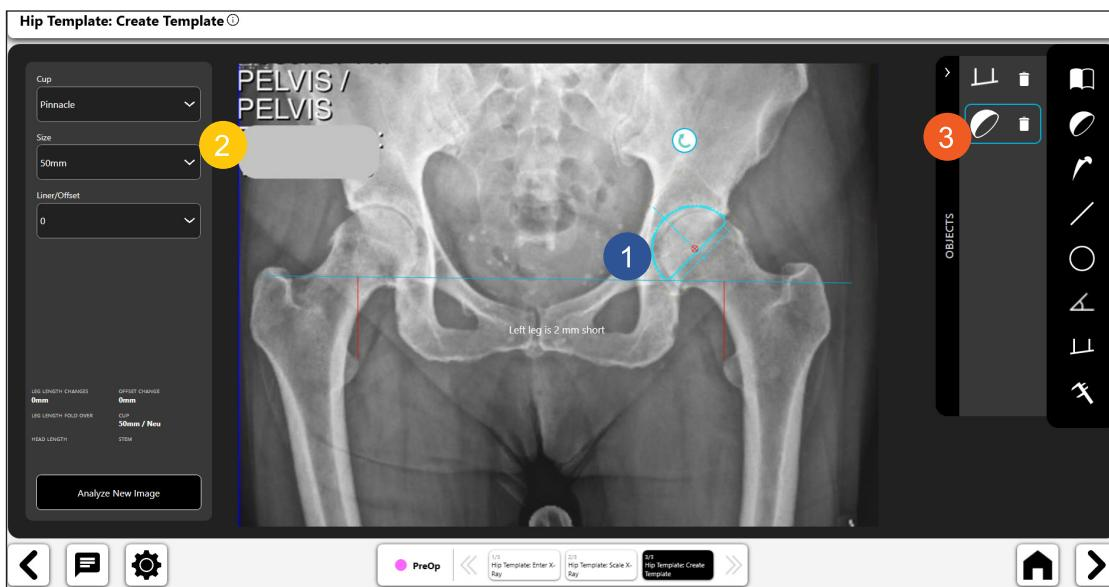

Abb. 28: Bildschirm „Create Template“ – Acetabular Cup Tool
- Abbildung 28, Nr. 3 zeigt ein Umschalttsymbol für die Hüftpfannenschablone, womit angezeigt wird, dass sie aktiviert ist. Sie können die Schablone löschen, indem Sie das Müllimersymbol, das innerhalb des Umschalttsymbols angezeigt wird, auswählen.